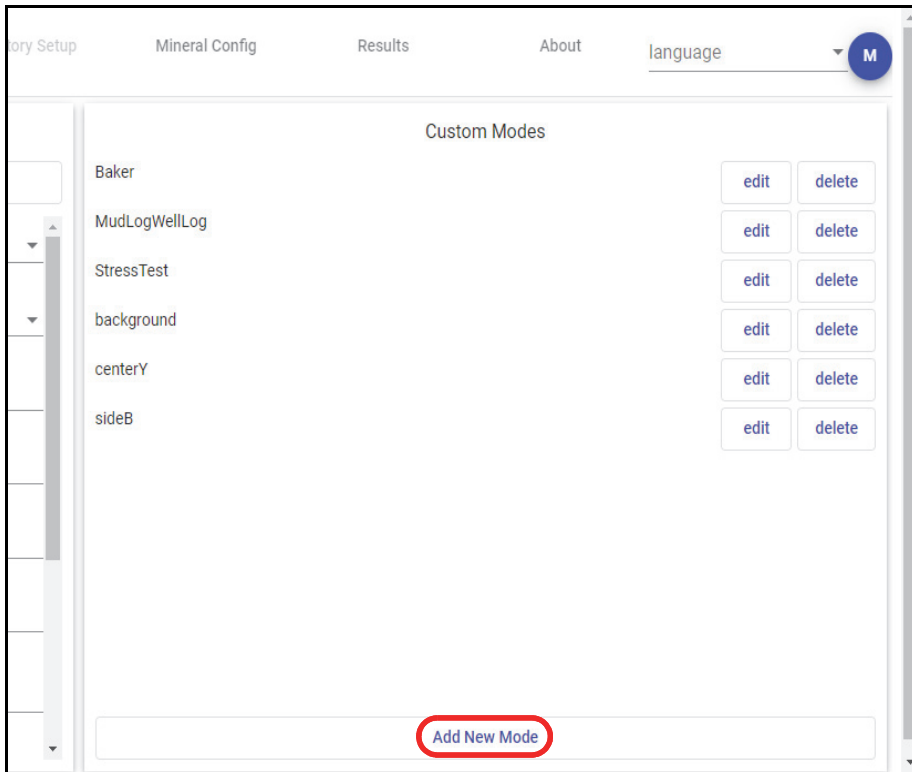

Figura 5-12 Botão Add New Mode
1. Na parte inferior da caixa de diálogo **Custom Modes**, clique em **Add New Mode** (veja Figura 5-12 na página 72) para exibir a caixa de diálogo **Add New Mode**.